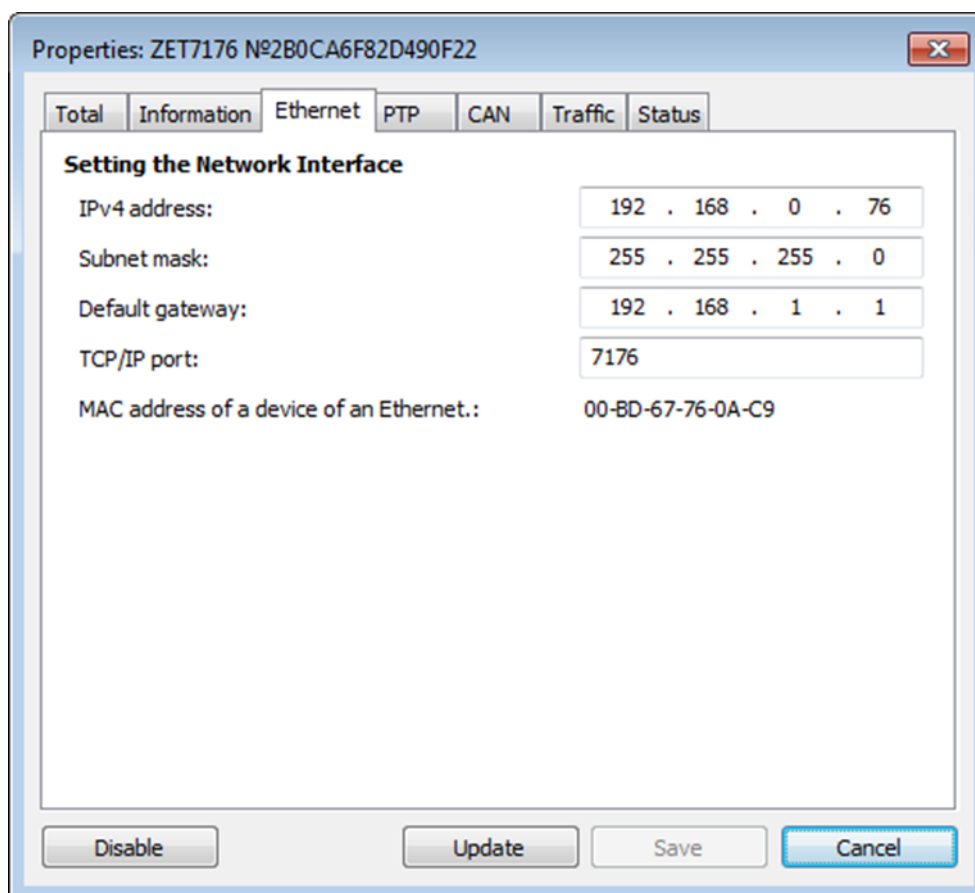

Figura 2.7 «Ethernet» tab
- Configurar la dirección de red de acuerdo con los requisitos aplicables en los campos “Ipv4 address”, “Subnet mask”, “Default gateway” de la pestaña “Ethernet” (Figura 2.7).